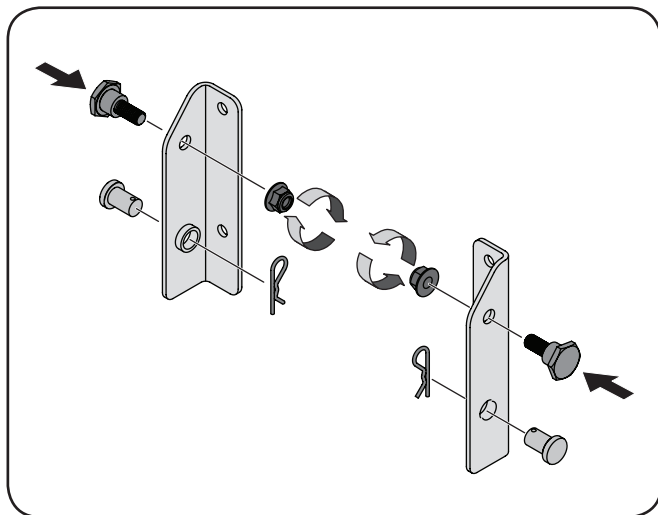

Figura 4-1
1. Si no viene instalado de fábrica, instale un perno con reborde del paquete de elementos de ferretería en cada ménsula, asegurándolas con tuercas de seguridad con brida también incluidas en el paquete de elementos de ferretería. Consulte la Figura 4-1.
Si ya está instalado en las ménsulas, retire los sujetadores y pasadores de horquilla y reténgalos para las instrucciones más adelante. Consulte la Figura 4-1.